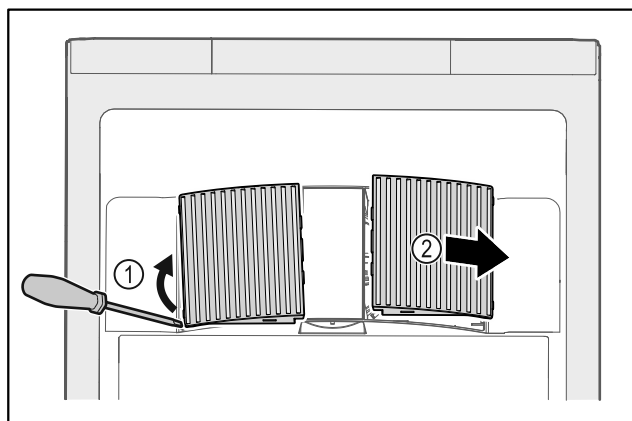

Fig. 133
- ▶ Ostrożnie podważyć osłony wentylatora z boku Fig. 133 (1) i zdjąć do przodu Fig. 133 (2).